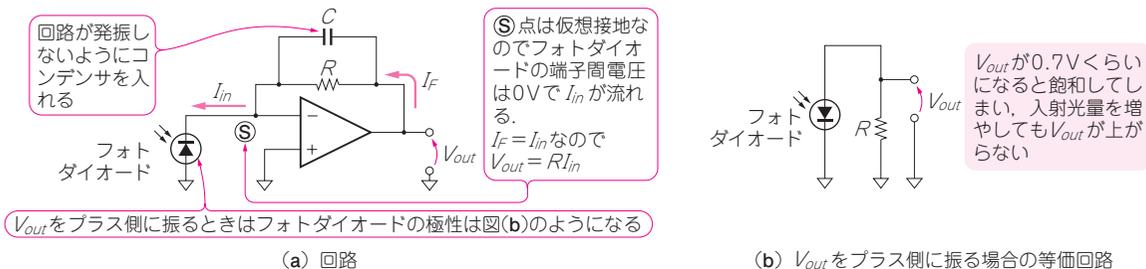

図1 反転アンプの応用例1...フォトダイオード・アンプ
▶ 具体例1...フォトダイオード・アンプ(図1)
圧変換回路になります。図1は電流-電圧変換回路を応用したフォトダイオード・アンプです。